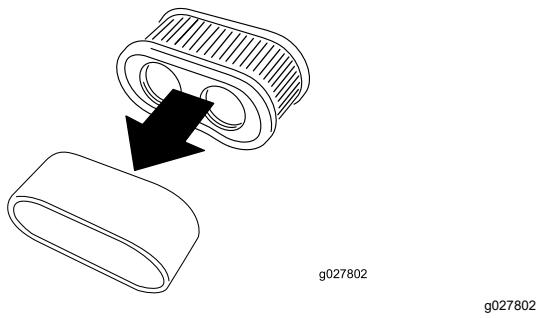

Figura 46
5. Separe los elementos de gomaespuma y papel (Figura 46).